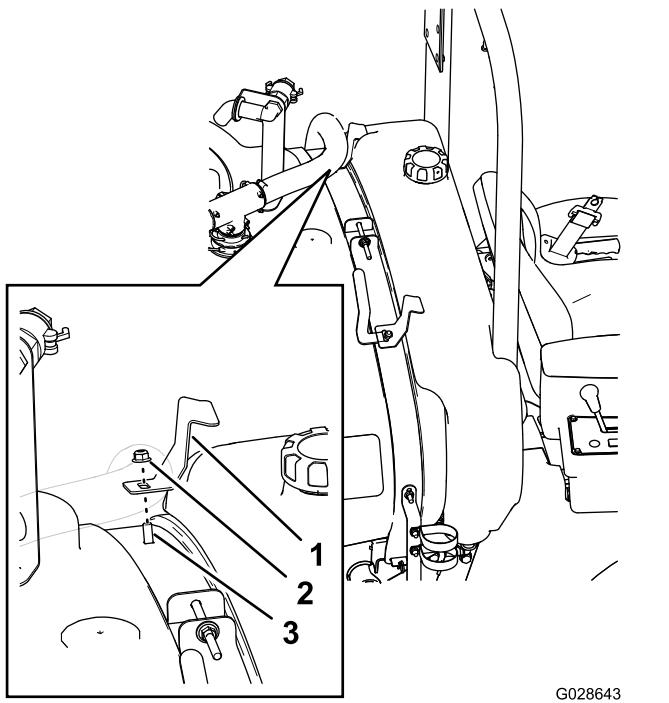

Figura 14
4. Alinhe o depósito de lavagem com o depósito do pulverizador, conforme indicado na Figura 14.
5. Alinhe o suporte do depósito esquerdo no parafuso de carroçaria (3/8 x 1 pol.) nos orifícios superiores internos da cinta dianteira esquerda (Figura 14).
6. Fixe o suporte do depósito ao parafuso de carroçaria e à cinta (Figura 14) com uma porca de bloqueio flangeada (3/8 pol.).